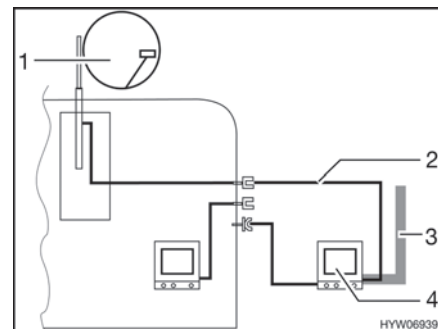

Fig. 130 TV dans l'auvent
- TV dans l'auvent (Fig. 130,4) : Raccord à l'antenne sur le toit (Fig. 130,1) avec câble d'alimentation (Fig. 130,2)
- TV dans l'auvent (Fig. 130,4) : Raccord à l'antenne extérieure (Fig. 130,3)